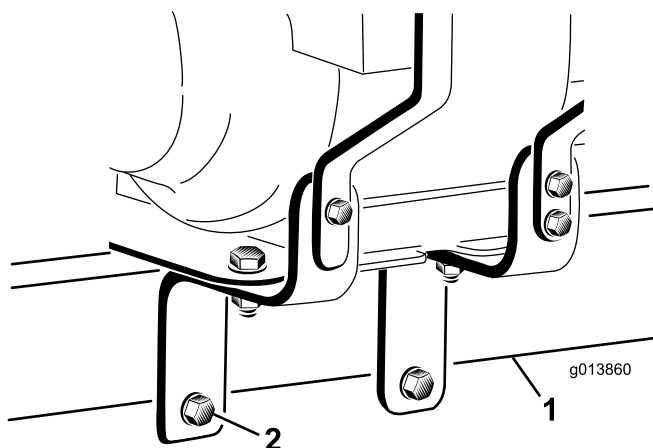

Figura 7
20. Inserite i (2) bulloni da 1/2 x 5 pollici attraverso i fori delle staffe di montaggio motore assicurandovi che una rondella piatta sia posizionata contro ogni lato esterno della staffa di montaggio motore e che i bulloni passino agevolmente sotto il fondo del tubo dell'attacco di traino del ProPass. Serrare manualmente i (2) dadi da 1/2 pollice (Figura 7).